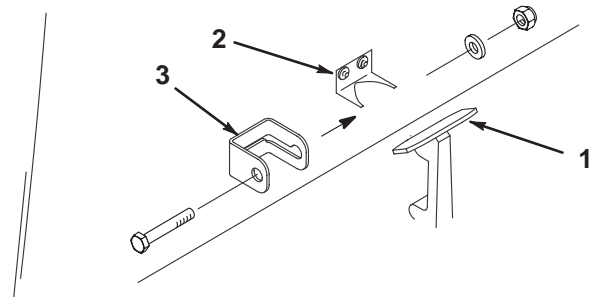

図 8
1. ブラケットからラッチを外す（図8）。
2. フード・ロック（図8）をラッチに合わせて入れる。
3. ラッチをブラケットに取り付け直す（図8）。
4. ロック・ブラケットにキャップスクリュー（1/4 × 1-1/2）を通し、平ワッシャ、ロックナットで締め付ける（図8）。